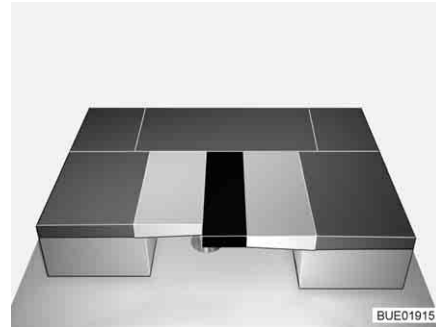

Fig. 107 Dopo la trasformazione
- Collocare il cuscino aggiuntivo tra i cuscini dello schienale (vedi Fig. 107).